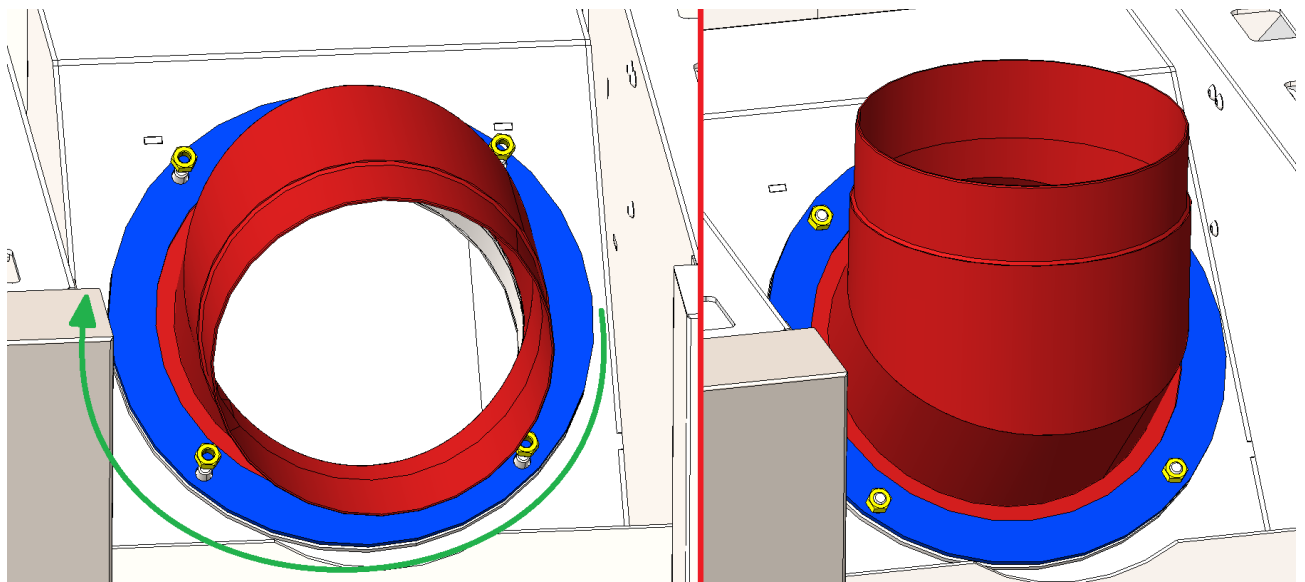

Abbildung 4 Drehen des Rauchrohranschlusses
5. Abbildung 4 Drehen des Rauchrohranschlusses	Seite 5